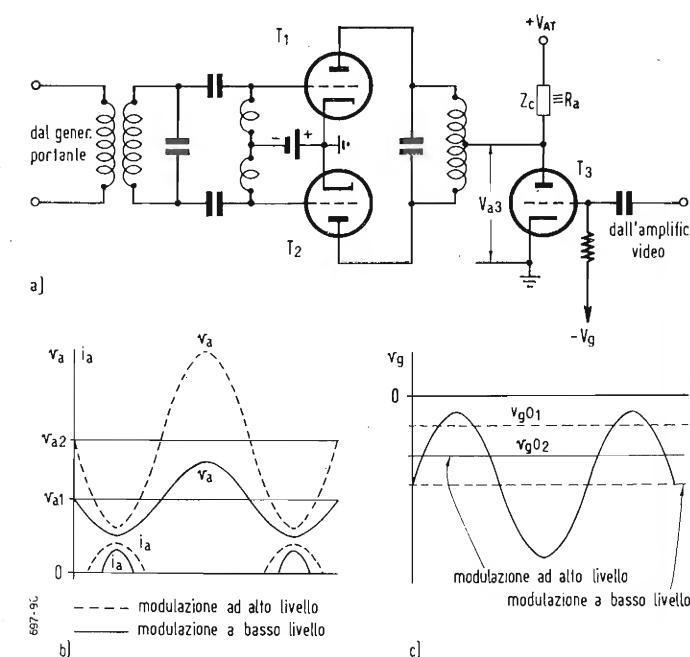

Fig. 1 - Modulatore di placca. a) Circuito fondamentale. b) Forme d'onda delle curve anodiche. c) Forma d'onda della tensione di griglia.
Le norme standard impongono che l'ampiezza minima della portante video in corrispondenza del massimo bianco sia il 10 % dell'ampiezza massima ai picchi di sincronismo. È noto che la modulazione di ampiezza (MA) è un processo di modulazione per il quale l'ampiezza della portante viene fatta variare in modo che il suo inviluppo riproduca l'onda modulante. I trasmettitori per la radiodiffusione circolare sono modulati in modo che il loro guadagno sia controllato dalle variazioni del segnale modulatore. Si dividono in due classi fondamentali: 1^a) trasmettitori modulati di placca; 2^a) trasmettitori modulati di griglia. Uno schema di principio di uno stadio finale amplificatore RF modulato di placca (1^a classe) è mostrato in fig. 1 a). L'amplificatore a guadagno variabile è formato dai due triodi T_1 e T_2 in controfase. Il circuito accordato di griglia è accoppiato al generatore della portante, come un normale amplificatore RF. La tensione per le placche dei tubi T_1 e T_2 è ricavata dal + V_{AT} dell'alimentatore attraverso l'impedenza Z_c di accoppiamento, per cui risulta variabile con la corrente che percorre la Z_c . Tale corrente consta di quella assorbita dai tubi T_1 e T_2 e di quella assorbita dal triodo modulatore T_3 .
La fig. 1 b) dà l'andamento della tensione anodica v_a e della corrente i_a anodica per un tubo dello schema di fig. 1 a), modulando a basso livello (curve a tratto continuo; V_{a1} = tensione media) e a alto livello (curve tratteggiate; V_{a2} = tensione media). La fig. 1 c) rappresenta la tensione di griglia per lo stesso tubo: nella condizione di segnale ad alto livello il potenziale di interdizione V_{g02} assume un va-
Assumendo che lo stadio bilanciato modulato di fig. 1 a) sia uno stadio RF intermedio e non quello finale, si osserva che la tensione v_{a3} di placca di T_3 e di alimentazione per T_1 e T_2 varia linearmente coll'ampiezza del segnale modulante v_i applicato alla griglia di T_3 . Infatti, detta I_c la componente continua della corrente che percorre la resistenza R_c , e detta i_a la componente alternativa istantanea della stessa corrente, si ha: